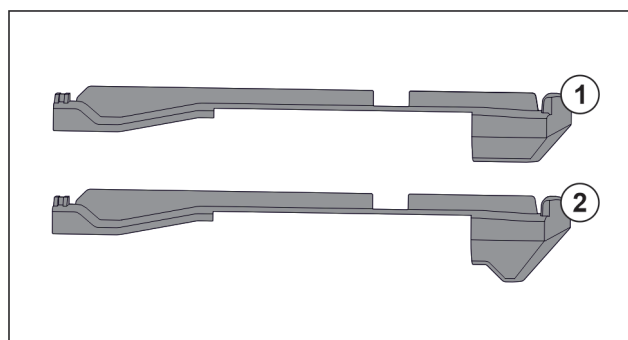

Fig. 54 Сравнение на наставките
В уреда има два вида наставки. Наставката над най-долното чекмедже Fig. 54 (2) има триъгълен ръб. Всички останали наставки Fig. 54 (1) имат прав ръб.
- ▶ Поставете наставката Fig. 54 (2) с триъгълния ръб над най-долното чекмедже.
- ▶ Поставете наставка Fig. 54 (1) с прав ръб на всички останали места.